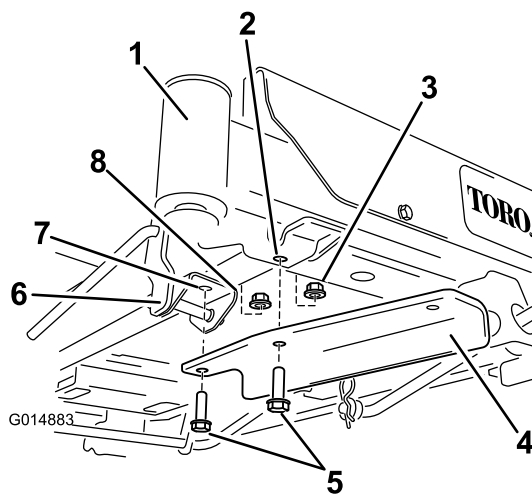

Figura 7
- Para máquinas com pedal de ajuda à elevação, remova os fixadores frontais do suporte do pedal de ajuda à elevação e prenda o suporte utilizando dois parafusos e duas porcas (Figura 7).